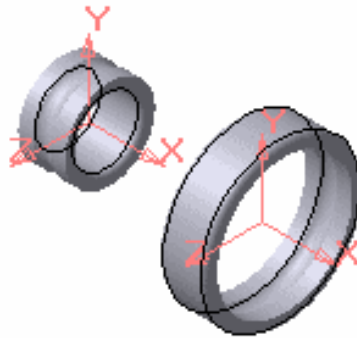

Рисунок 4.14 – Накладення команди Співвісність
4. Для розміщення одного кільця в середині іншого, необхідно накласти обмеження по положенню цих моделей відносно одна одної. **Кільця повинні бути співвісні і їх торцеві поверхні повинні лежати в одній площині** [3]. Виберіть на Інструментальній панелі **Сполучення** , команду **Співвісність** . Вкажіть на поверхню обертання одного кільця, потім іншого (зручніше за все вказати на зовнішню циліндричну поверхню зовнішнього кільця і поверхня отвору внутрішнього), у результаті внутрішнє і зовнішнє кільце вирівнюються по одній осі (рис. 4.14).